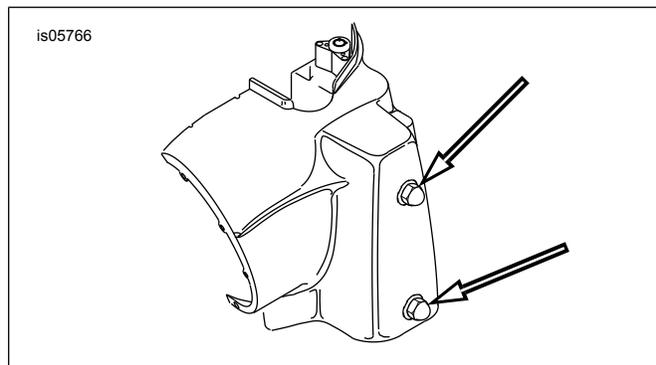

Figura 9. Sujetadores de la nacela del faro delantero (modelos FLHR)
3. Vea Figura 9 . Afloje las dos tuercas ciegas que aseguran la mitad izquierda de la nacela (ver flechas). Repita el proceso para la mitad derecha de la nacela.